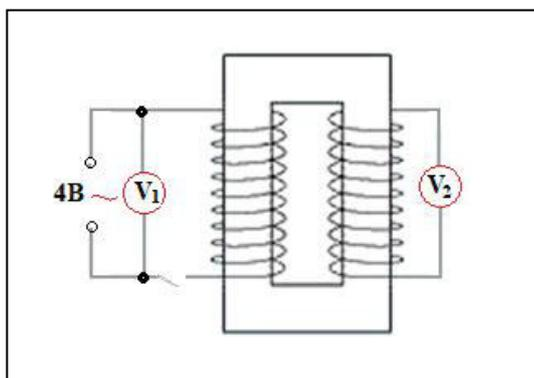

Рисунок 2
1. Составить электрическую цепь по схеме, рисунок 2.